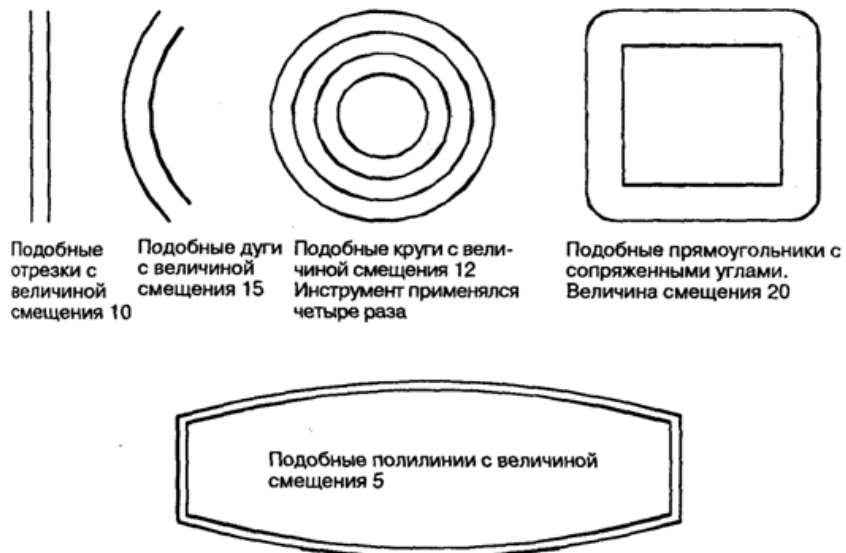

Рис.3 Команда «Подобие»
При построении каждого из примеров, приведенных на рис. 3 использовалась одна и та же процедура, описанная ниже:
- Нанести размеры (см. рис. 3,4).